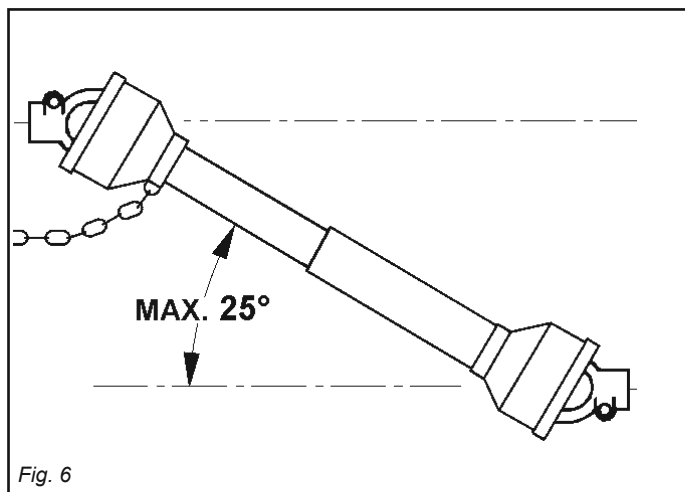

Fig. 6
- 8) Débrayez toujours la prise de force quand l'angle de l'arbre à cardans est trop ouvert (jamais plus de 10 degrés Fig. 6) et lorsque vous ne devez pas l'utiliser.